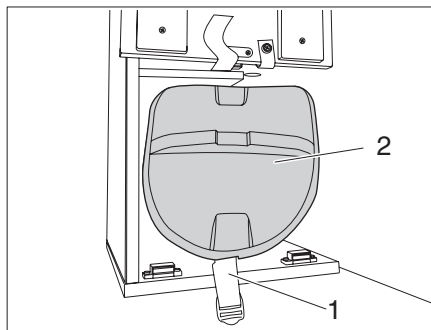

Fig. 59 Compartiment à gaz
- Desserrer la sangle de fixation (Fig. 59,1).
- Retirer le cache (Fig. 59,2).
- Refermer le couvercle (Fig. 59,2) et sécuriser la sangle de fixation (Fig. 59,1).